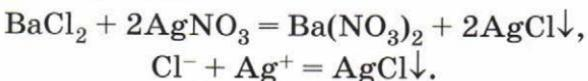

Рис. 146. Малахит и изделия из него
В отличие от кислых солей, почти все основные соли в воде нерастворимы. Основной солью является гидроксокарбонат меди (II) $(\text{CuOH})_2\text{CO}_3$, более известный под названием «малахит» — красивейший минерал изумительного зелёного цвета (рис. 146). Малахит — это неодушевлённый герой знаменитых уральских сказов П. Бажова. Вспомните хотя бы его «Малахитовую шкатулку», «Хозяйку Медной горы».